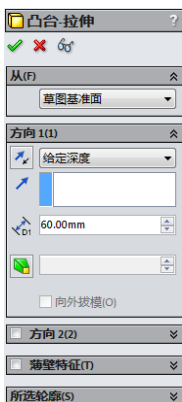
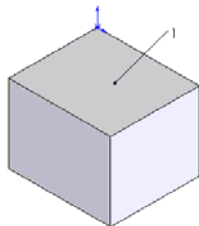

图 6-26 “拉伸”属性管理器
图 6-27 拉伸的图形
**03** 拉伸实体。在菜单栏中选择“插入”→“凸台/基体”→“拉伸”命令,此时系统弹出如图 6-26 所示的“凸台-拉伸”属性管理器。在“终止条件”一栏的下拉菜单中,选择“给定深度”选项;在“深度”一栏中输入 60mm,单击属性管理器中的“确定”图标按钮,结果如图 6-27 所示。